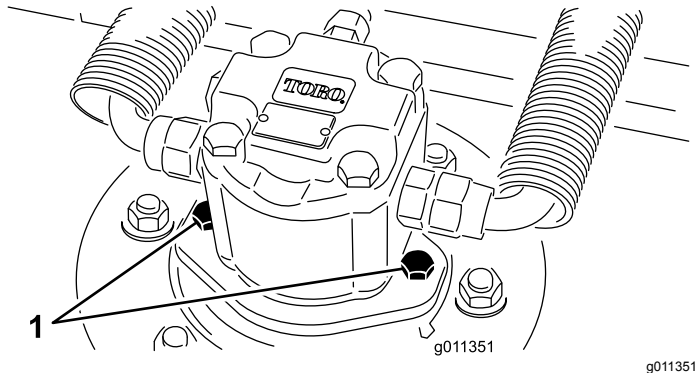

图 64
2. 从刀盘中断开并取出液压马达 (图 64)。盖住铰轴的顶部防止污染。
4. 将液压马达安装到刀盘上 (图 64)。确保 O 形圈到位且没有受到损坏。